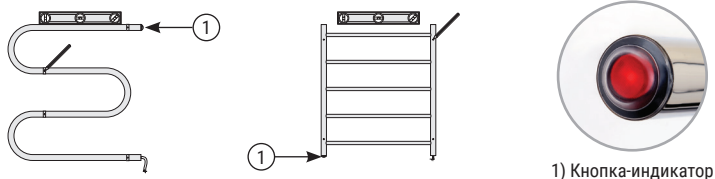

Рис.1
- 3.3. Для этого приложить корпус полотенцесушителя к стене, используя уровень и сделать метки (рис. 1).